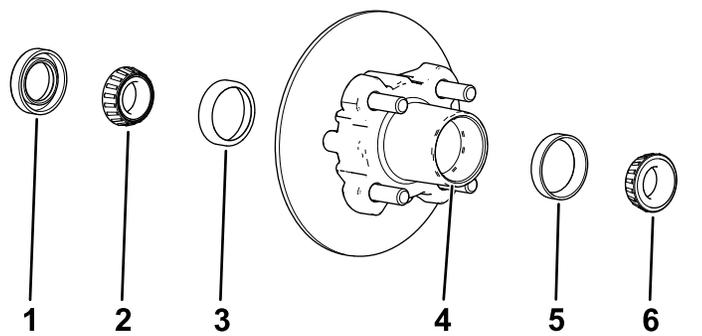

图 36
1. 从轮毂上拆下外置轴承和轴承座圈图 36。
2. 从轮毂上拆下密封件和内置轴承图 36。
5. 清除轮毂轴承腔内的所有润滑脂、污垢或碎屑图 36
7. 向轮毂轴承腔注入 5080% 的指定润滑脂图 36。
8. 将内置轴承装入轮毂内侧的座圈上并装上密封件图 36。